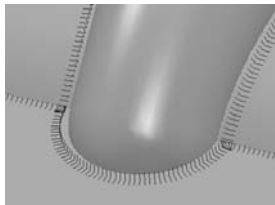

图 5-36 缝合清角刀具路径
- 2) 缝合：清角刀具路径横切零件的角落线，生成类似于等高层切的刀具路径，如图 5-36 所示。